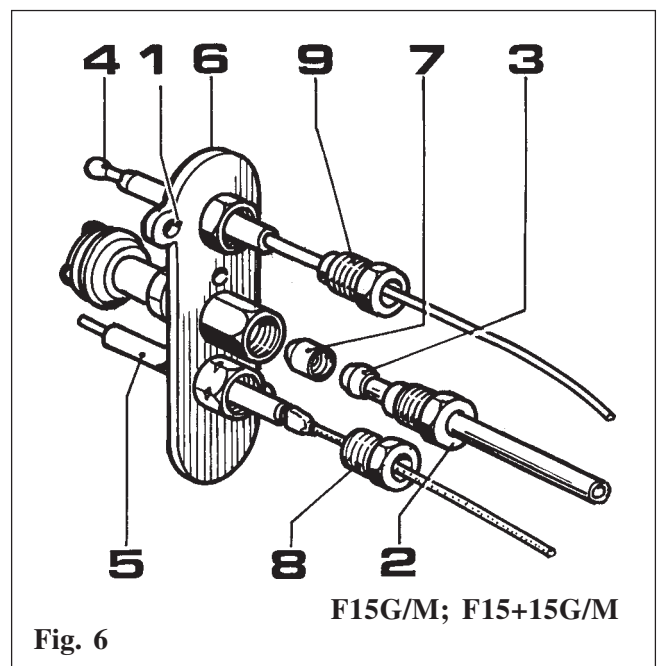

Fig. 6
- Smontare la candeletta (Fig. 6 pos. 1) e la termocoppia (Fig. 6 pos. 4).
- Sostituire il corpo pilota (Fig. 6 pos. 6).